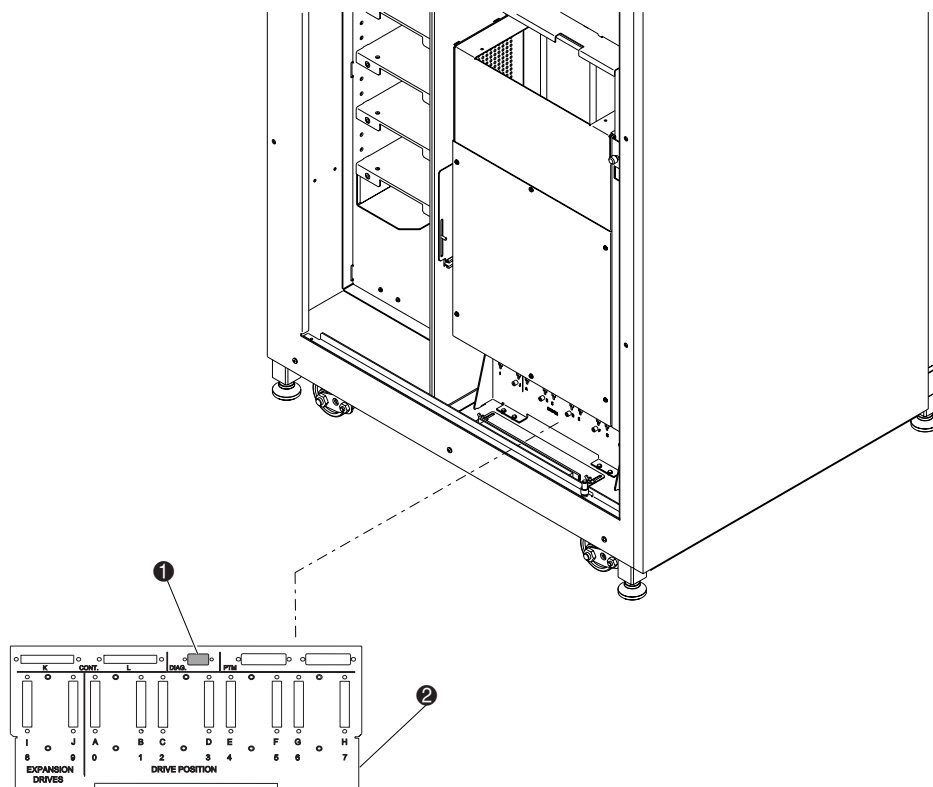
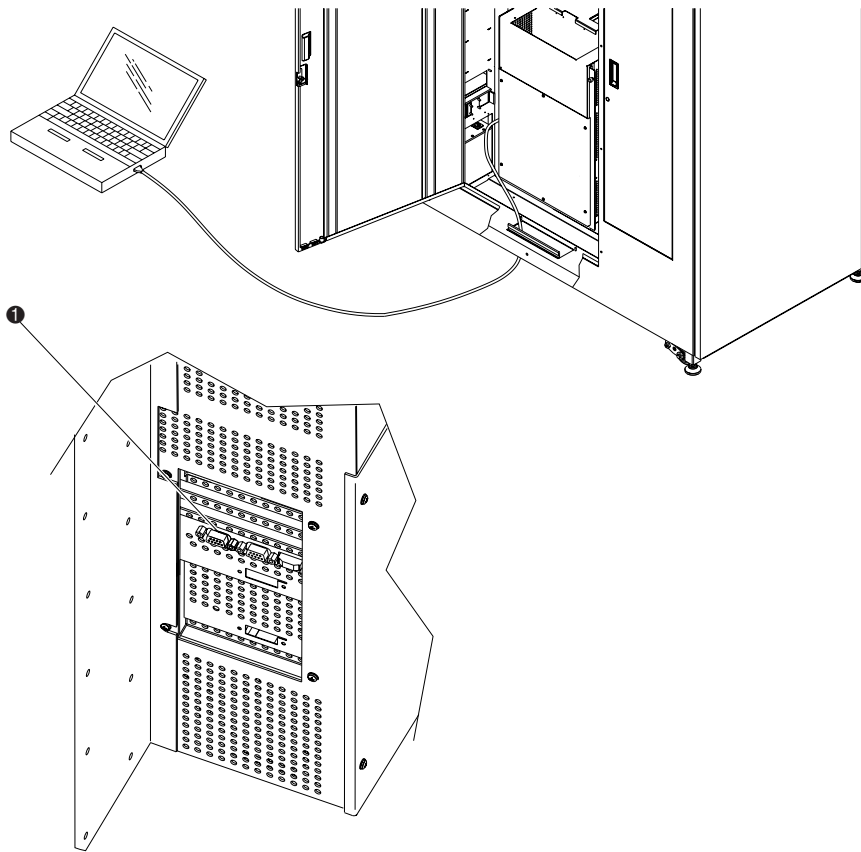

Figure 3-7. Connexion au port de diagnostic (ESL9198)
Figure 3-8. Connexion au port de diagnostic (ESL9326)
1. Connectez un ordinateur de diagnostic à la librairie via un connecteur RS-232 DB9 (voir la Figure 3-7 pour ESL9198 et la Figure 3-8 pour ESL9326.